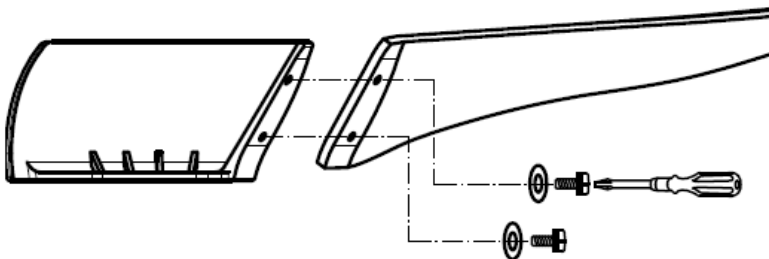

Fig. 7
- Fije el aspa a su soporte apretando los 2 tornillos de aspa con las arandelas. Fig.7